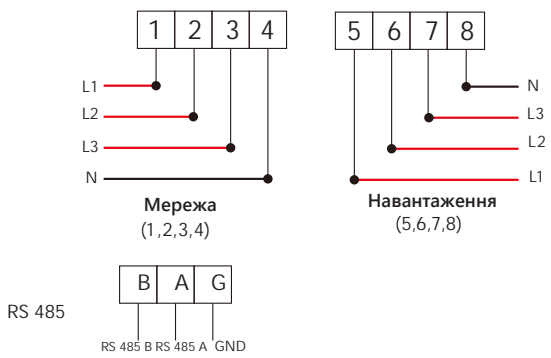

Рис. 7.1 Лічильник Eastron
Існує кілька придатних моделей смарт-лічильників для цієї серії інверторів. Перша модель - Eastron SDM630-Modbus V2, яка здатна вимірювати максимальний струм 100А безпосередньо. Більш детальну інформацію дивіться на рис. 7.1 та 7.4. Для Eastron SDM630 MCT 40mA потрібен зовнішній трансформатор струму з вторинним вихідним струмом 40mA. Більш детальну інформацію про Eastron SDM630 MCT дивіться на малюнках 7.5 та 7.8. Також підтримується лічильник CHINT DTSU666 5(80) A, який може вимірювати максимальний струм 80А безпосередньо. Більш придатні моделі серії DTSU666 дивіться на рис. 7.9-7.16. Рекомендується купувати смарт-лічильники у авторизованих дистриб'юторів Deye або безпосередньо у Deye.
Коли ви читаєте це, ми вважаємо, що ви завершили підключення відповідно до вимог розділу 5. Якщо ви в цей час працюєте з вашим Інвертором і хочете використовувати функцію нульового експорту, будь ласка, вимкніть вимикач змінного та постійного струму та почекайте 5 хвилин, поки інвертор повністю розрядиться. Будь ласка, дотримуйтесь нижче наведеного рис. 7.1 для підключення лічильника.